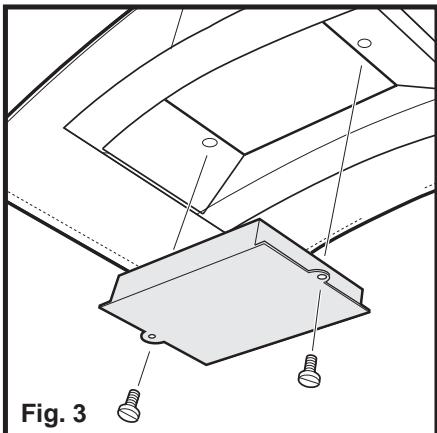

Fig. 3
Montage und Auswechseln des Aktivkohlefilters - Fig. 3:
- Fig. 3: